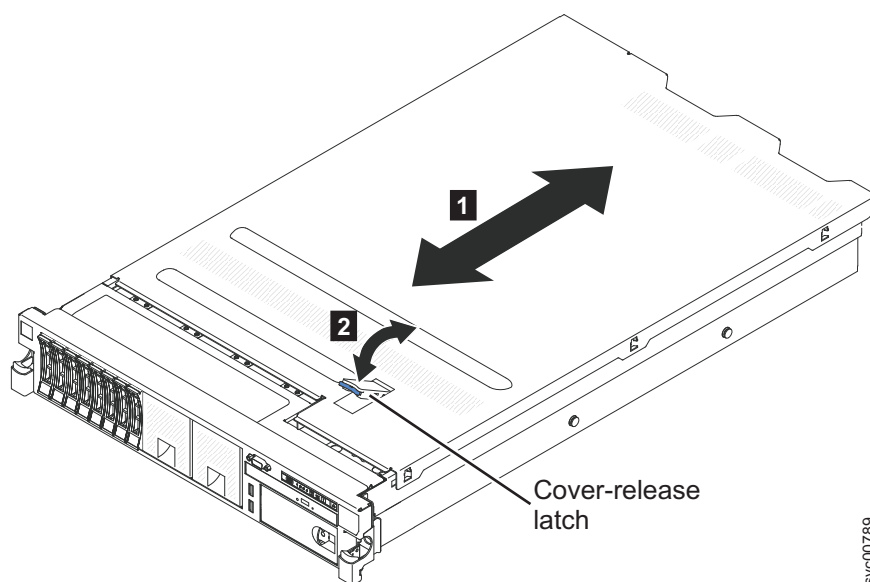

Figura 56. Substituindo a Tampa do SAN Volume Controller 2145-DH8
4. Deslize a tampa em direção à parte frontal do nó, conforme mostrado em Figura 56.